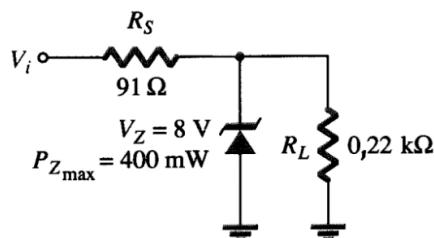

Figura 6.
**Questão 8** – Para o regulador zener da Figura 6, qual é a máxima tensão de entrada permitida para que a carga  $R_L$  opere com tensão regulada em 8 V?